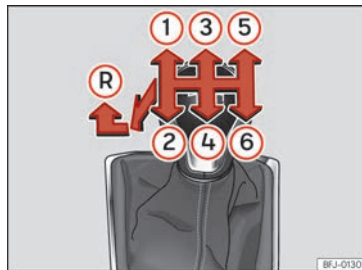

Abb. 123 Schaltschema eines 6-Gang-Schaltgetriebes.
Auf dem Schalthebel sind die Positionen der einzelnen Fahrgänge dargestellt »» [Abb. 123].
- Schalthebel in die Neutralstellung bringen und nach unten drücken. Schalthebel ganz nach links und dann nach vorn in die Rückwärtsgangposition schieben »» [Abb. 123] ®.